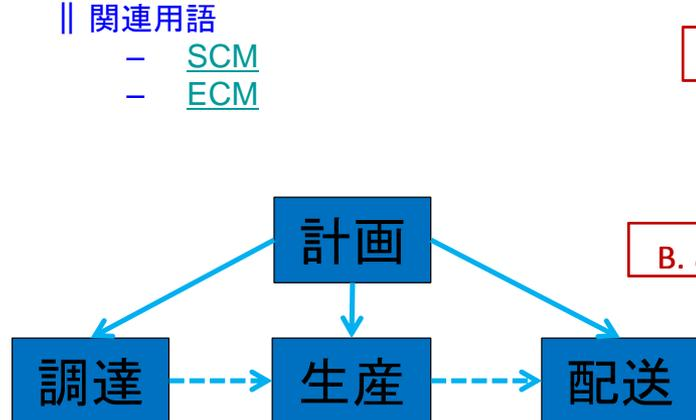

図1. SCORモデル
- 調達や配送のための情報提供: 計画層では、調達・生産・配送の全てを含めて計画を立てる。図1の「生産」部分をMESが担う。